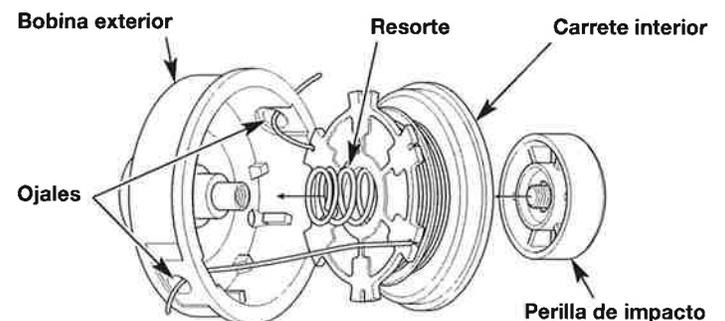

Fig. 15
1. Pase los extremos de los hilos a través de los ojales de la bobina exterior. Coloque el resorte dentro del carrete interior. Inserte el carrete interior dentro de la bobina exterior. Oprima el carrete interior y la bobina exterior uno contra otro (Fig. 15).